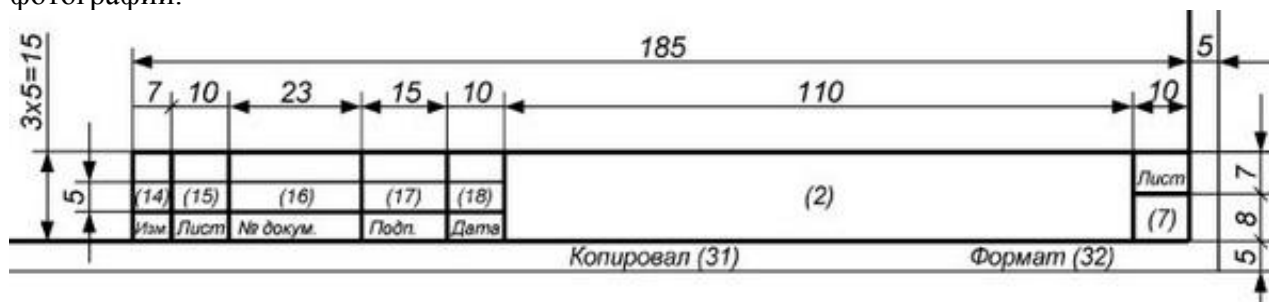

Рисунок 1 – Основная надпись по ГОСТ 2.104-2006, форма 2а
**Требования к оформлению листов текстовой части.** Текст излагается на одной стороне бумаги формата А4 (210×297) с внутренней рамкой размерами левого поля – 20 мм; верхнего, правого и нижнего полей – 5 мм, с основной надписью по ГОСТ 2.104–2006, форма 2а с заполнением граф 2 и 7 (рис.1)